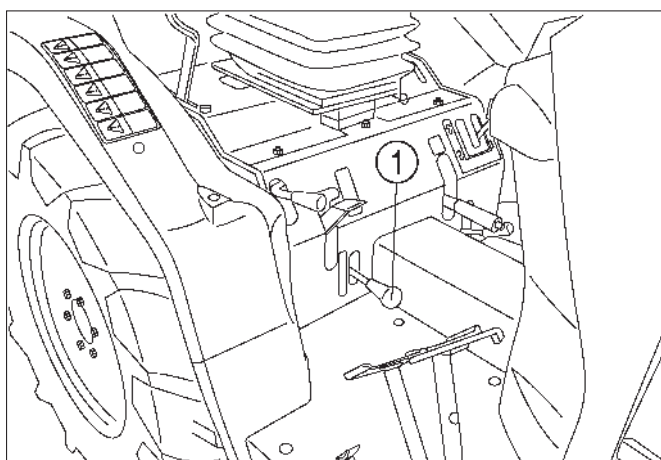

Fig. 39
FIG. 39: Les modèles à traction intégrale ont un essieu avant moteur. Le levier de sélection (1) embraie et débraie l'entraînement de l'essieu avant. Avec le levier vers le haut, l'essieu avant (4-WD) n'est pas entraîné. Avec le levier vers le bas, l'essieu avant est entraîné et les quatre roues sont motrices.